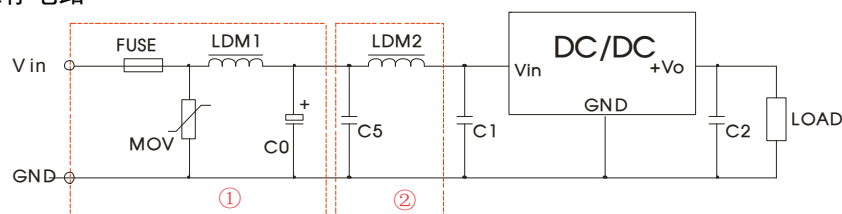

图5 EMC 推荐电路
辐射骚扰	CISPR22/EN55022 CLASS B (推荐电路见图 5-②)
脉冲群抗扰度	IEC/EN 61000-4-4 $\pm 1\text{KV}$ (推荐电路见图 5-①) perf. Criteria B
注：图 5 中第①部分用于 EMS 测试；第②部分用于 EMI 滤波，可依据需求选择。